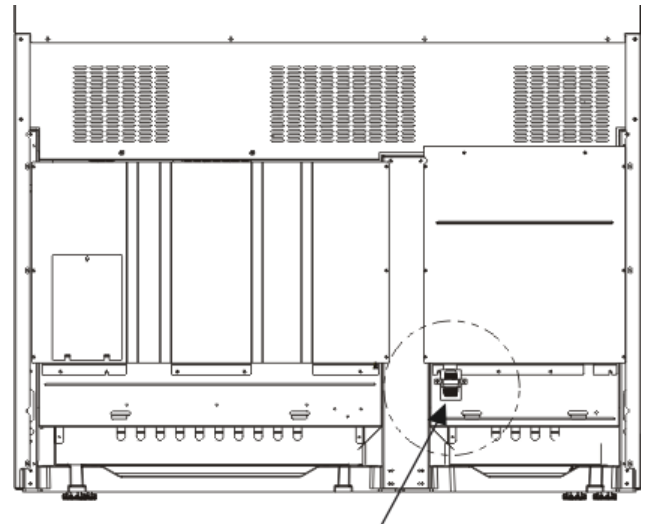
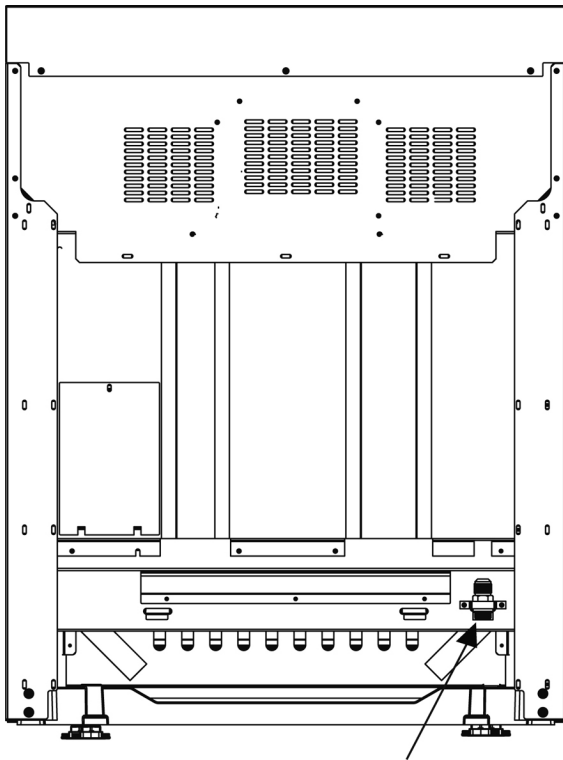

Figure 11 : Emplacement du tuyau d'arrivée de gaz des cuisinières de 48 po
Figure 10 : Emplacement du tuyau d'arrivée de gaz
- Utilisez un raccord à gaz souple de 3/4" entre l'alimentation en gaz et le tuyau d'arrivée de gaz de l'appareil. Le tuyau d'arrivée de gaz de toutes les cuisinières est situé en bas à droite. (Voir *Figure 10* et *Figure 11*). Le tuyau d'arrivée de gaz de l'appareil est de type NPT 1/2".
- Prenez garde au tuyau flexible de 19,1 mm (3/4 po) dans les coudes, vous pourriez vous pincer. La longueur suggérée est de 48 po. Vérifiez les codes locaux concernant les exigences *Figure 10*.